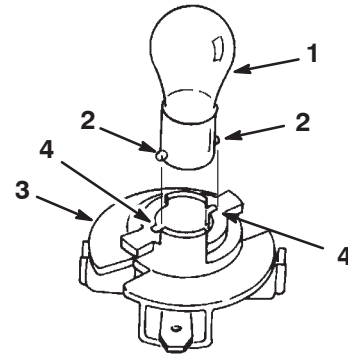

Bild 26
8. Drücken Sie die Birne hinein, drehen Sie sie entgegen dem Uhrzeigersinn bis zum Anschlag (ca. 1/4 Umdrehung) und nehmen Sie sie aus der Birnenfassung heraus (Bild 26).
1. Richten Sie die Metallstifte am Birnensockel mit den Schlitz in der Birnenfassung aus und setzen Sie den Sockel in die Fassung (Bild 26).